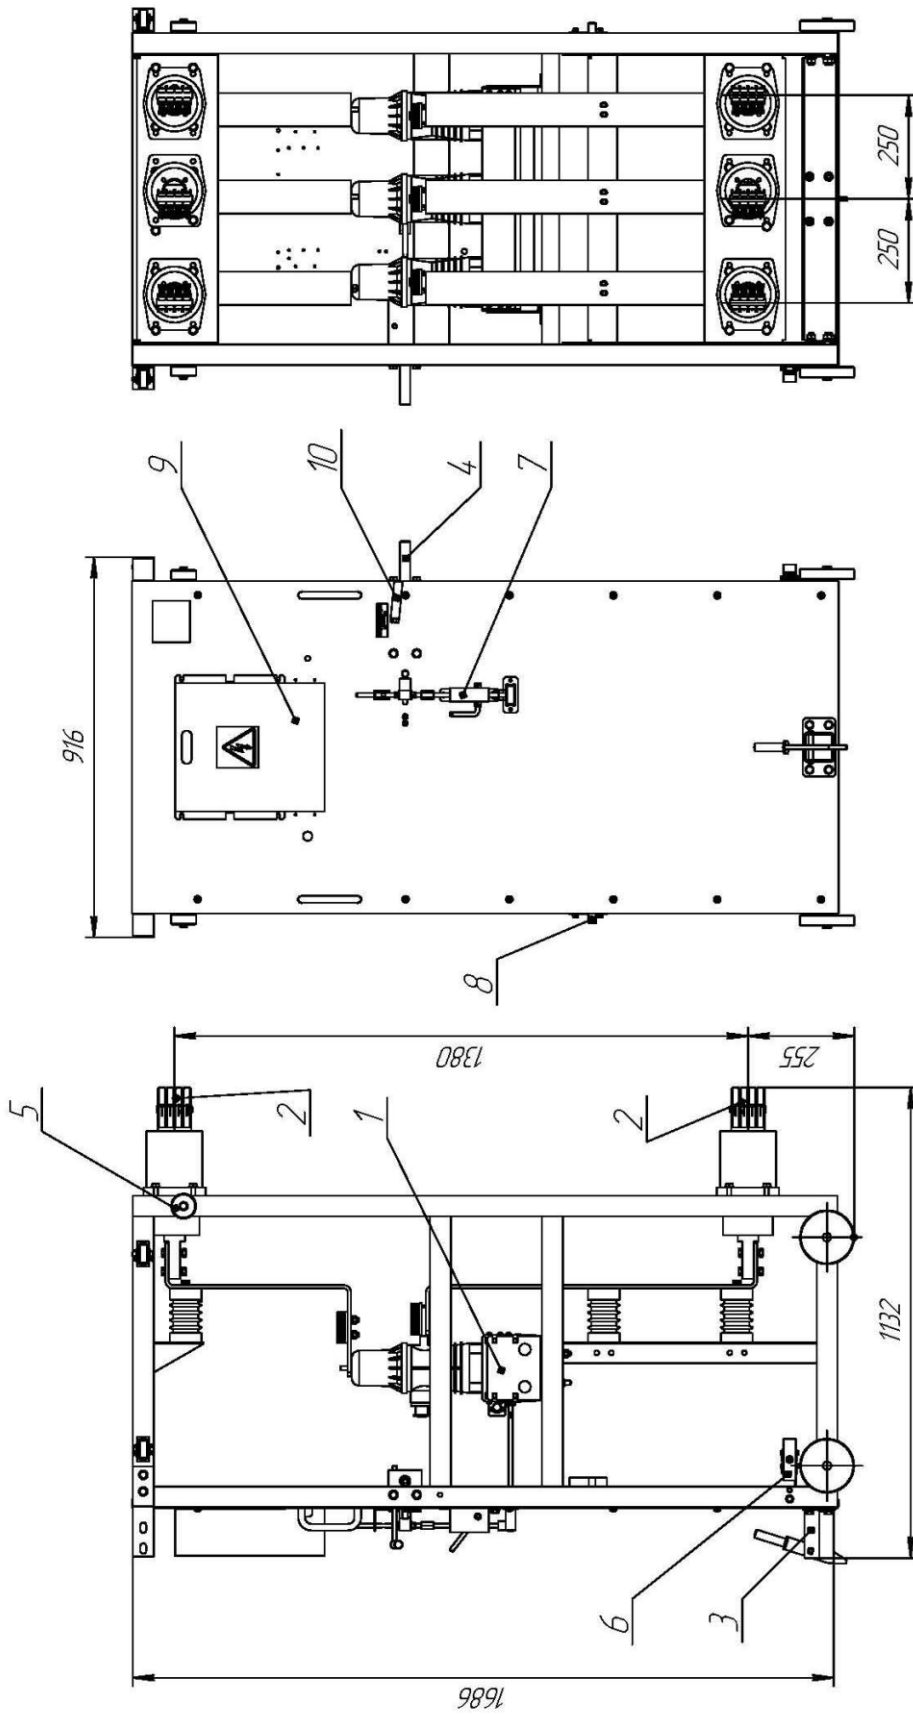
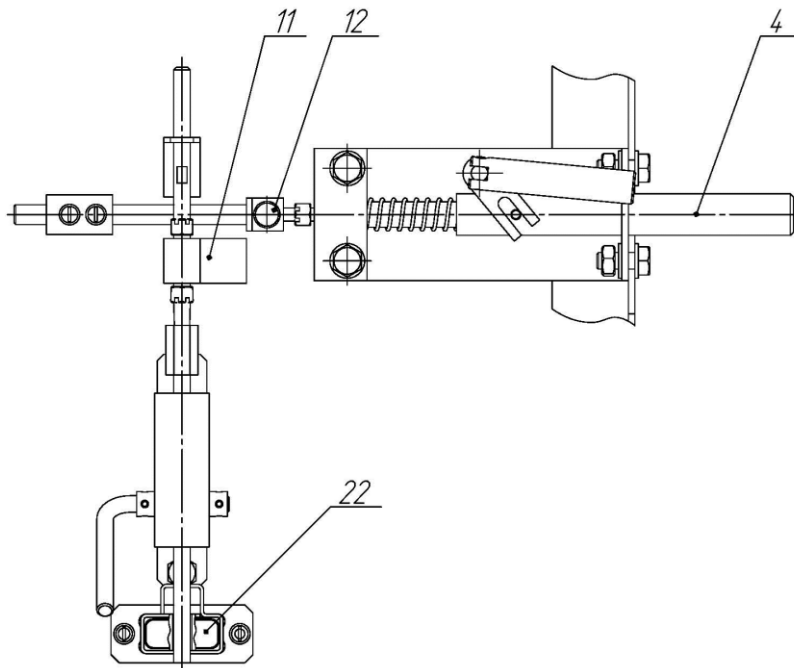
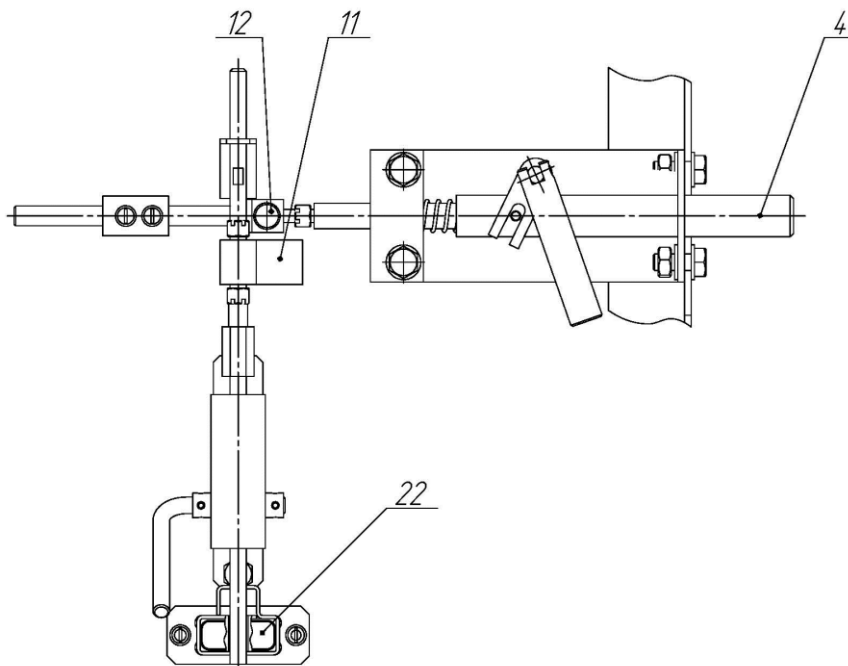
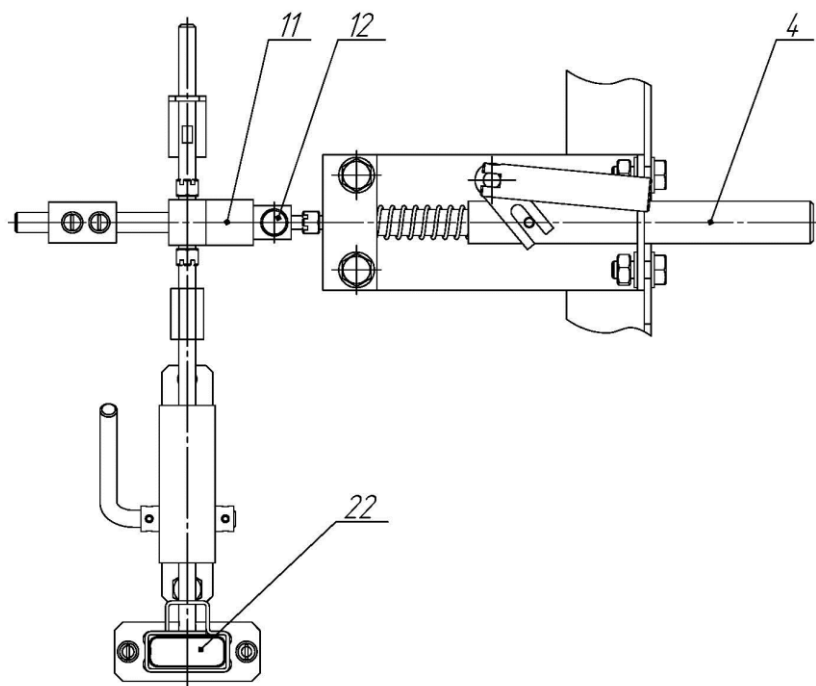

Рисунок 1
Рисунок 2
Рисунок 3
Рисунок 4
ВЭ (рис. 1) представляет собой сборную конструкцию, отдельные детали и узлы которой крепятся между собой болтовыми соединениями, на которую установлен вакуумный выключатель ВВ/TEL ISM15_LD_1(51) поз. 1 с элементами главных цепей поз. 2. На ВЭ установлен механизм доводки в рабочее положение поз. 3 (см. рис. 1), узел стопора поз. 4, ролик взаимодействующий со шторочным механизмом шкафа поз. 5 и контакт заземления поз. 6. На фасаде ВЭ установлены рукоятка расфиксации ВЭ поз.10 и блокиратор ручного отключения ВВ поз.7, для обеспечения блокировки от вкатывания при включенном заземляющем разъединителе служит скоба поз. 8.
Реализуется это следующим образом. Для вкатывания ВЭ в шкаф КРУ, необходимо повернуть рукоятку расфиксации ВЭ поз.10 (рис. 1,2), чтобы убрать стопор поз.4 (рис. 1,2) препятствующий этому. Если рукоятка блокиратора поз.7 (рис. 1) находится в верхнем положении соответствующем «вакуумный выключатель разблокирован» и повернуть рукоятку расфиксации ВЭ поз.10 (рис. 1) нельзя , так как палец поз.12 (рис. 4) находится напротив задвижки поз. 11 (рис. 4), препятствуя его перемещению, то для того чтобы убрать препятствие на пути перемещения пальца надо перевести рукоятку блокиратора поз.7 (рис. 1) в нижнее положение соответствующее «вакуумный выключатель отключён и заблокирован» (см. рис.2, 3).
Когда ВЭ находится в положении между рабочим и контрольным , рукоятка блокиратора не может вернуться в положение «ВВ Разблокирован» , поскольку задвижка поз.11 (рис. 3) упирается в палец поз.12. Стопор поз. 4 занимает исходное положение только в рабочем или контрольном положении ВЭ в шкафу КРУ, входя в специальные отверстия в корпусе шкафа, или когда оказывается за пределами шкафа в ремонтном положении.
- ✓ после отключения вакуумного выключателя от блока управления вытянуть кнопку блокиратора поз.7 (см рис. 1) так чтобы шток блокиратора занял положение соответствующее «ВВ отключен и заблокирован» (это механическая и электрическая блокировка от включения вакуумного выключателя).
- ✓ осуществить перемещение ВЭ, для доводки в рабочее положение использовать съемный рычаг, надеваемый на рычаг механизма доводки 3 (см. рис. 1).
Установить ВЭ в рабочее или контрольное положение. Повернуть рукоятку блокиратора поз.7 (см рис.1) в верхнее положение соответствующее «Разблокирован» .
Если рукоятка блокиратора поз.7 (см рис.1) не имеет возможности перемещения , значит ВЭ находится в промежуточном положении (см рис.3). Необходимо переместить ВЭ до фиксации в рабочем или контрольном положении, или окончательно вывести из корпуса шкафа в ремонтное положение.
Перед включением ВВ от блока управления, необходимо рукоятку блокиратора поз.7 (рис. 1) установить в верхнее положение, соответствующее «ВВ разблокирован». При этом тяга блокиратора переместится вверх, освобождая окно для перемещения кнопки ручного отключения ВВ.